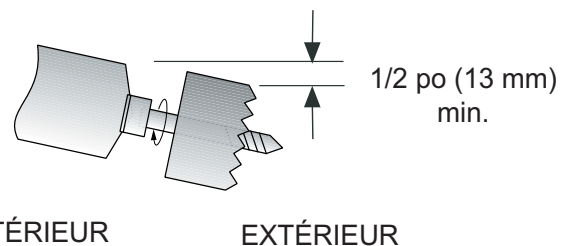

Figure 9 – Percer les trous
1. Déterminez l'emplacement du trou du tuyau en utilisant la plaque de montage comme modèle. Percez le trou du tuyau sur un diamètre conforme aux valeurs indiquées aux fig. 2 et 5. Le trou du tuyau extérieur est inférieur de 1/2 po (13 mm) minimum au trou du tuyau intérieur, il est donc légèrement incliné vers le bas (consultez la fig. 9).